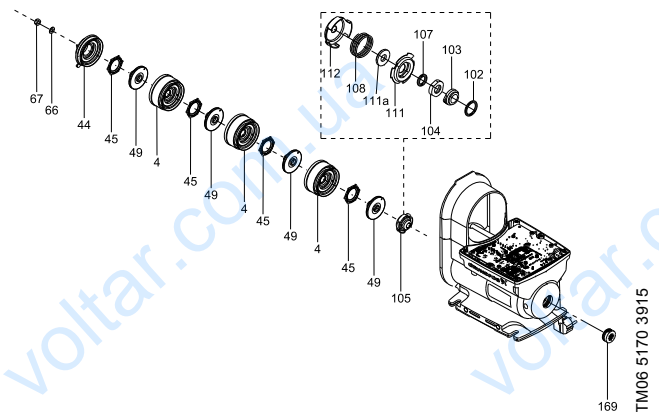

Рис. 11 Комплект камер и уплотнение вала
1. Снять пробку (169) с фирменной таблички, чтобы получить доступ к торцу вала (см. рис. 11).
2. Снять стопорную гайку (67) и шайбу (66). Торцы вала необходимо удерживать с помощью отвёртки.